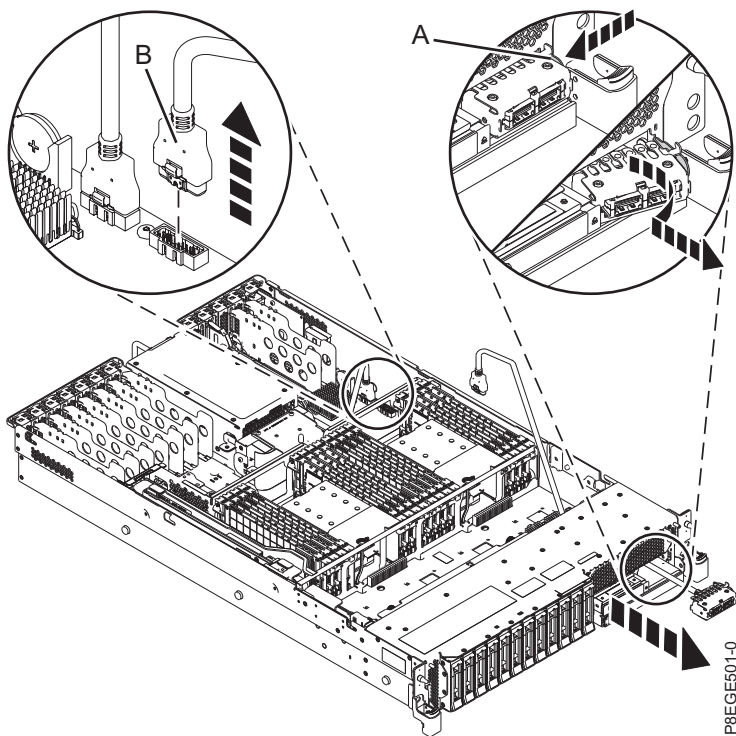

Figura 3. Desconexión del cable USB de la placa posterior del sistema
5. Desenchufe el cable USB frontal de la placa posterior del sistema. Vea (**B**) en la Figura 3 en la página 6.
6. Desbloquee el alojamiento del cable USB de la parte frontal del sistema. Empuje el lado derecho del alojamiento (**A**) y gírelo a la izquierda mientras tira de él hacia usted como se muestra en la Figura 3 en la página 6.